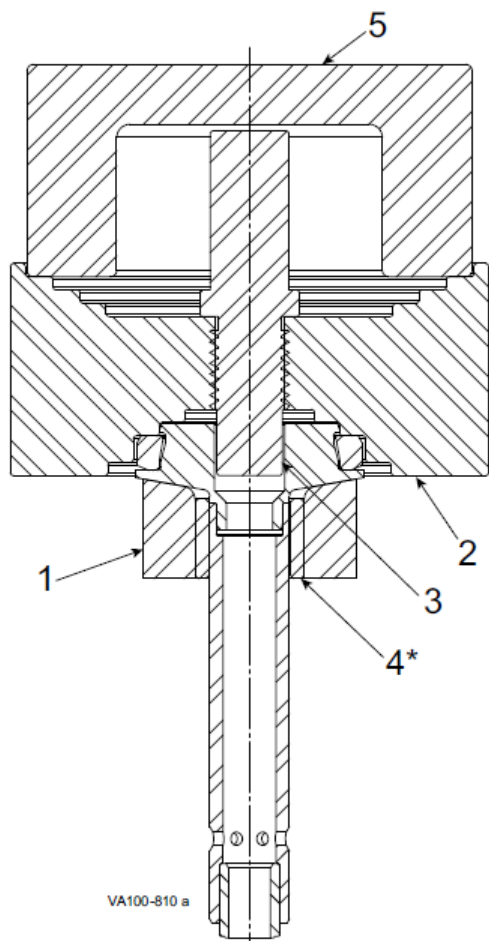
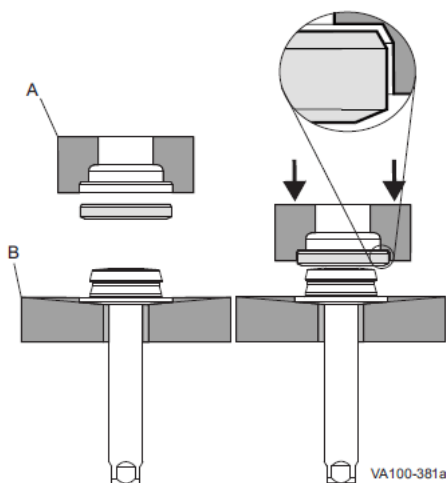

图 29—上阀杆 Tef-Flow™ P 阀座安装
图 30: Tef-Flow™ P 阀座
- 将 PTFE 安装底座（图 29，项目 1；图 30，项目 B）放置到阀杆上，确保使倒角侧接触到阀杆塞的顶部，并使底座的平面侧面向远离阀杆塞的一侧。
- 拿出铝制阀座安装工具（图 29，项目 2；图 30，项目 A），并通过下列方式安装铝制定位销（图 29，项目 3）：将定位销穿入阀座安装工具内，并进行调节，从而使定位销适当装进阀座塞内，并使正确尺寸的肩部与所安装的阀座相匹配。
- 将新的 Tef-Flow™ P 阀座放置到铝制阀座安装工具（图 29，项目 2；图 30，项目 A）内，并对阀座进行调节，以便使具有倒角边缘的一侧面向安装工具，如图 30 中所示。
- 将保护性安装工具圆块（图 29，项目 5）设置到定位销和安装工具的顶部上方。
- 利用手扳压机，对安装工具圆块（图 29，项目 5）的顶部施加均匀的压力，直到阀座在阀杆塞上扣装到位。